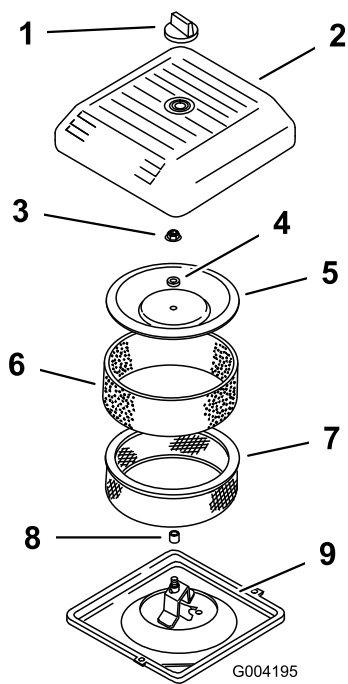

Bild 155
3. Schrauben Sie das Handrad ab und entfernen Sie die Luftfilterabdeckung (Bild 155).
- Schieben Sie den Schaumvorfilter vorsichtig vom Papiereinsatz herunter (**Bild 155**).
- Schrauben Sie die Abdeckungsmutter ab und nehmen Sie die Abdeckung und den Papiereinsatz ab (**Bild 155**).